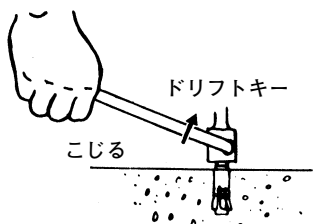

図 10
- (4) 打込み後はドリフトキーでアンカーを分離します。(図10)